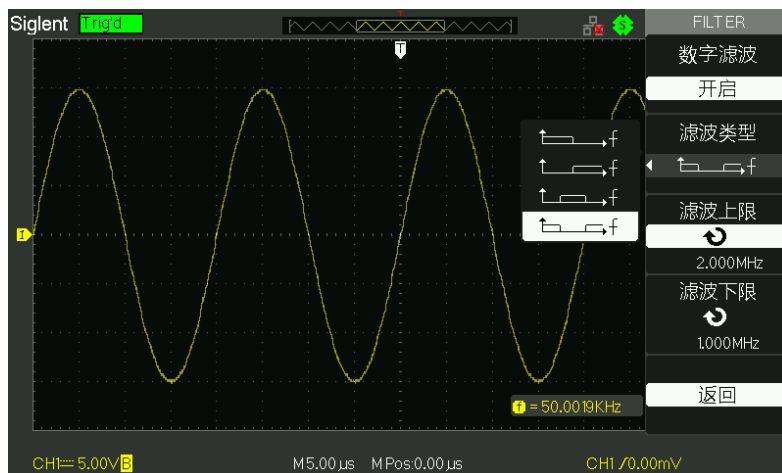

图 2-11 数字滤波设置
- 按【1】选择【下一页】，再按【数字滤波】选择【开启】，打开数字滤波功能如图 2-11 所示：